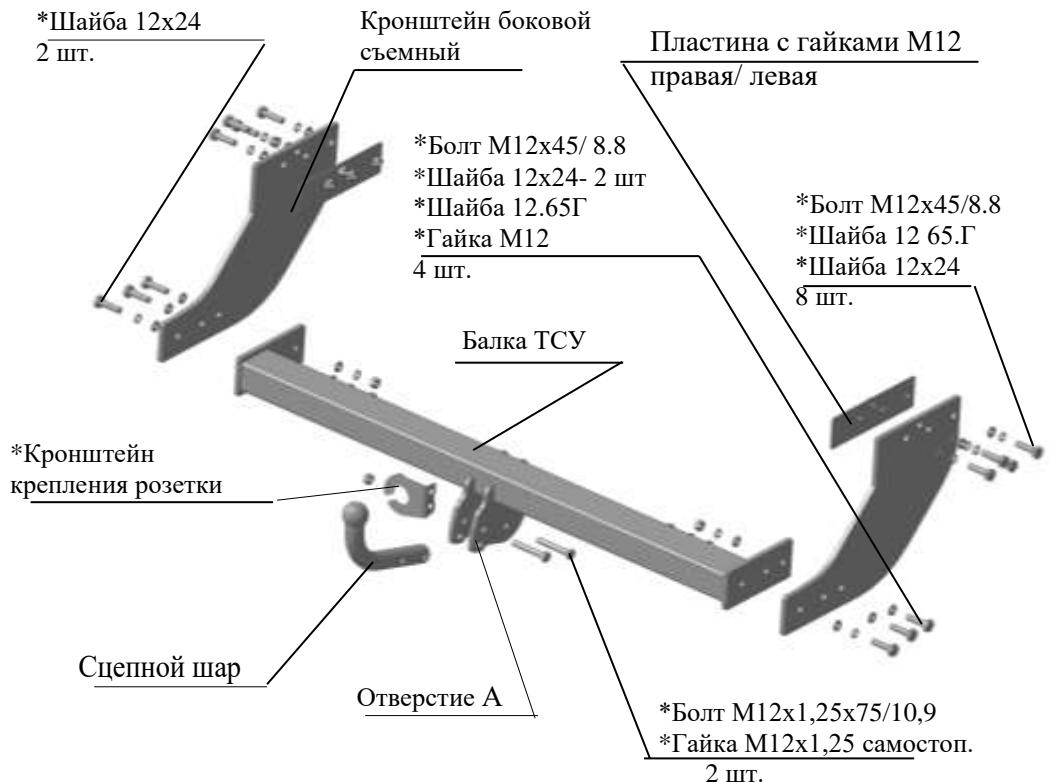

Рис.1 Тягово-сцепное устройство ТСУ 8124.
2.1 ТСУ 8124 в сборе (рис.1)	1 шт.
2.2 Пакет с комплектующими (см. рис.1)+защитный колпак	1шт.+1 шт.
4.2 Установить боковой съемный кронштейн ТСУ к внешней полке левого лонжерона а/м, установить левую пластину с гайками к внутренней стороне внешней полки левого лонжерона, закрепить болтами M12x45 и крепежом соответственно рис.1. Крепеж не затягивать.
4.3 Установить боковой съемный кронштейн к правому лонжерону аналогично левому, используя пластину с гайками правую и крепеж соответственно рис.1. Крепеж не затягивать.
4.4 Установить балку ТСУ к боковым кронштейнам, закрепив болтами M12x45 и крепежом соответственно рис.1. Крепеж не затягивать..